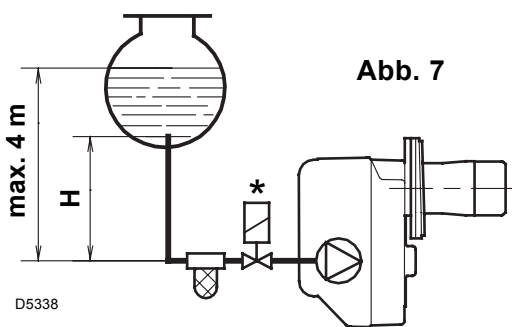
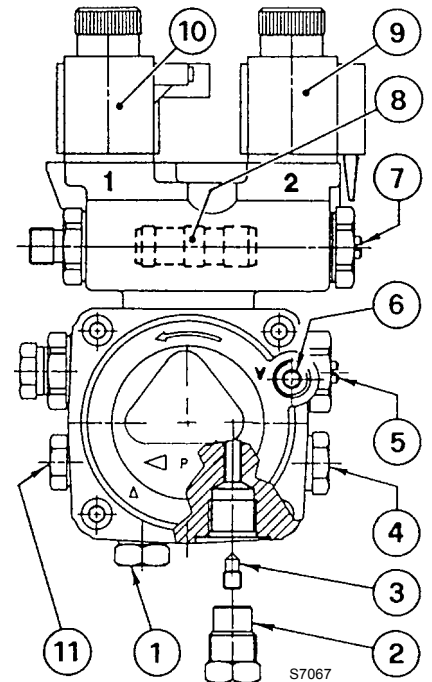

Abb. 7
Abb. 8
- Die Pumpe ist werksseitig für den Zweirohr-Betrieb eingerichtet. Wird ein Pumpen-Einrohrbetrieb für notwendig erachtet, so ist der Rücklauf-Schlauchleitungsstopfen (2) zu lösen und die By-Pass Schraube (3) zu entfernen. Danach ist der Rücklauf-Schlauchleitungsstopfen wieder anzuschließen. (Siehe Abb. 8).
Bei der in Abb. 7 dargestellten Anlage ist es ausreichend, wenn man den Vakuummeteranschluß (6, Abb. 8) lockert und das Austreten des Brennstoffes abwartet.